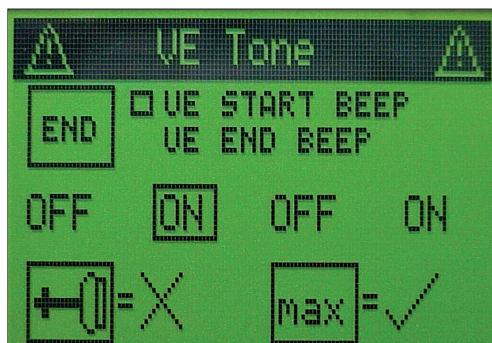

Fig. 34. VE menu dei toni.
- Accensione e spegnimento dei segnali di allarme per l'avvio automatico del programma di estrazione e di vuoto finale raggiunto (fig. 34)
I segnali di allarme per la partenza automatica e per il raggiungimento del vuoto finale può essere acceso o spento dal sotto menu (fig. 34).